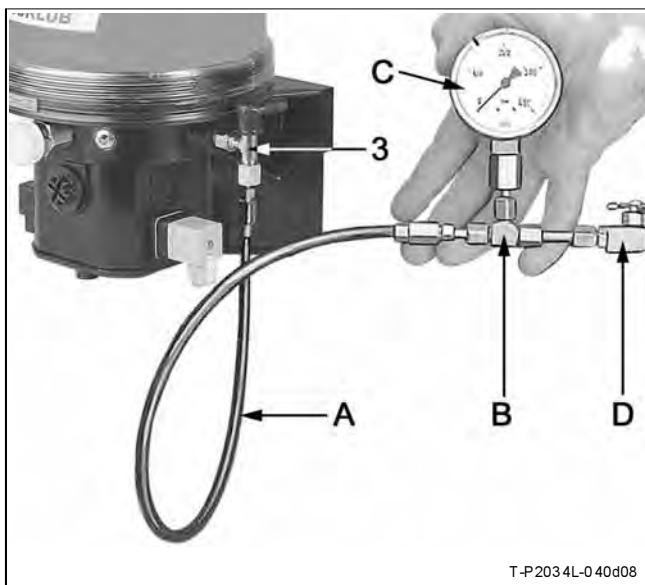

Fig. 9-4 Vérifier la soupape de limitation de pression
- ⌚ Raccorder le manomètre (0-600 bars) sur la soupape de limitation de pression (voir fig. 9-4).